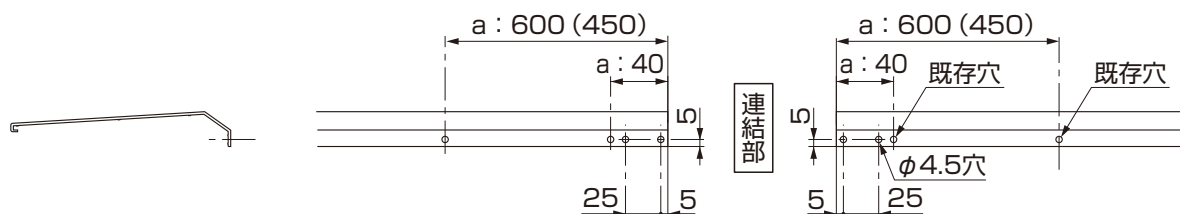

図5-3 化粧枠の加工
- ② 化粧枠取付け時は図5-3を参照して、化粧枠を前後枠へ組付け後、穴加工してください。